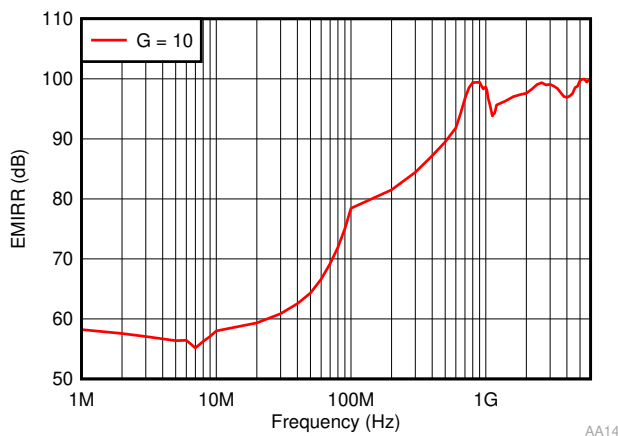

图 8-4. EMIRR 测试
INA351A 采用集成电磁干扰 (EMI) 滤波来减少无线通信设备、混合使用模拟信号链和数字元件的高密度电路板等干扰源产生的 EMI 效应。通过电路设计技术可改进 EMI 抗扰度；INA351A 受益于这些设计改进措施。德州仪器 (TI) 已经开发出在 10MHz 至 6GHz 宽频谱范围内准确测量和量化运算放大器抗扰度的功能。图 8-4 显示了在 INA351A 上执行此测试的结果。表 8-1 提供了 INA351A 在实际应用中通常会遇到的特定频率下的 EMIRR IN+ 值。运算放大器的 EMI 抑制比应用报告包含了与运算放大器相关的 EMIRR 性能主题，该报告可在 www.ti.com 上下载。